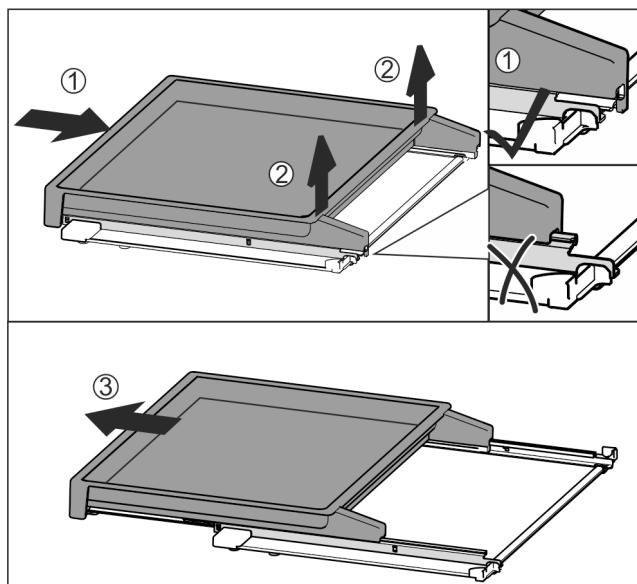

Fig. 96
- ▶ Вставить вытяжную панель полностью Fig. 96 (1).
- ▶ Отпустить фиксацию на задней стороне Fig. 96 (2).
- ▶ Извлеките вытяжную панель движением вперед Fig. 96 (3).